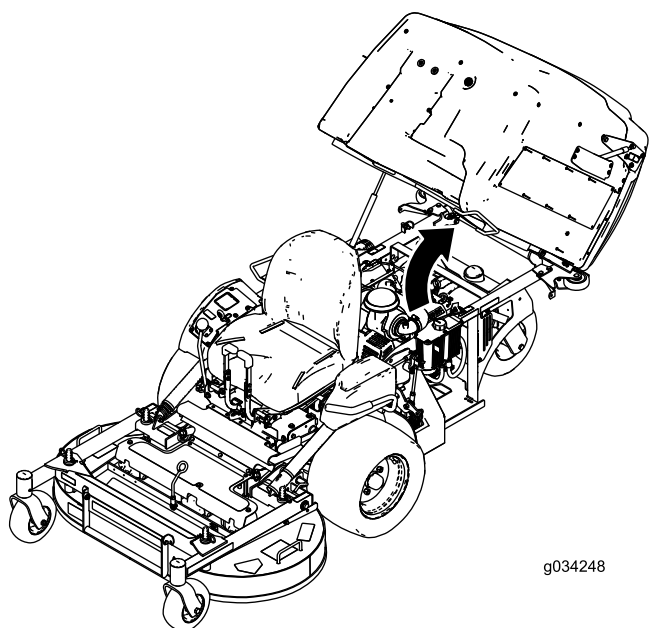

Рисунок 31
1. Поднимите бункер (Рисунок 31).